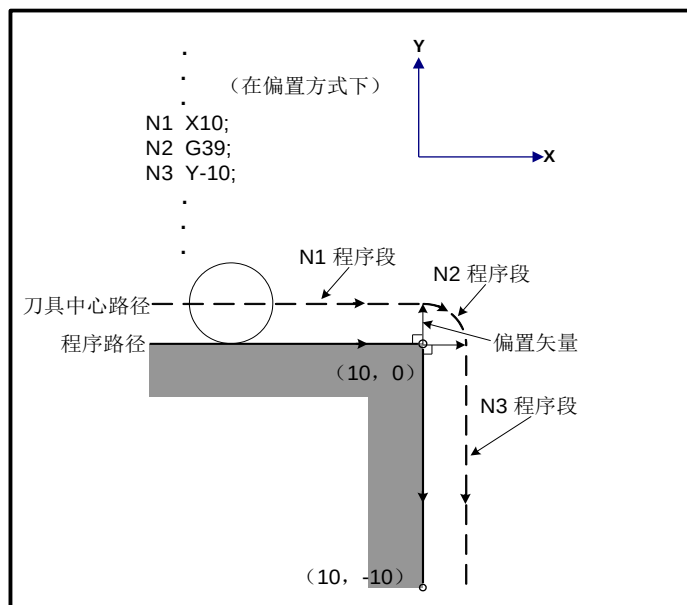

图 4-4-4-1 G39
- 3、用 G39 代码编程时，拐角处形成圆弧，所以，圆弧终点的矢量垂直于下个程序段的起点。如图 4-4-4-1 所示。